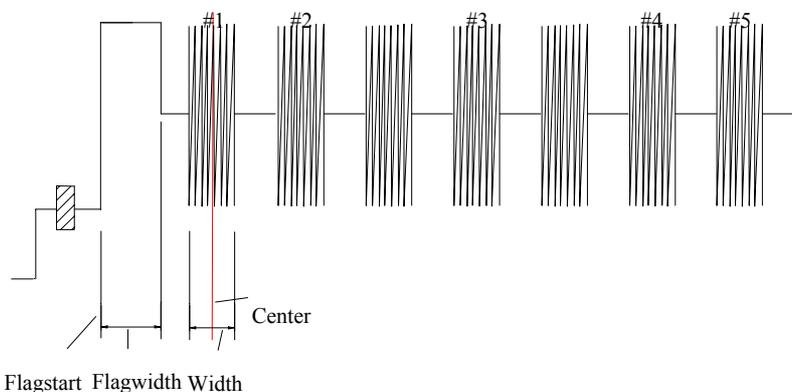

图 9 色度幅频响应色度多波群信号
10.1.3 在测试碟常规测试中选中“色度幅频响应”，播放“色度多波群”信号，信号波形及测试点如图 9 所示：
选择 Menu, 进入 Acquire, 选中 Special Position, 分别调节 Flagstart 和 Flagwidth 到如图 9 所示位置。选中 Packet #1, 分别调节 Center 和 Width 到如图 9 所示位置。